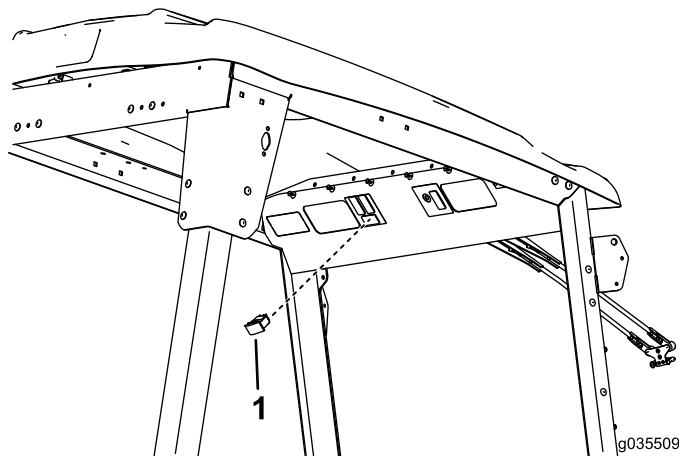

図 12
2. 既存のハーネスについているプラグに、スイッチを接続する 図 12。